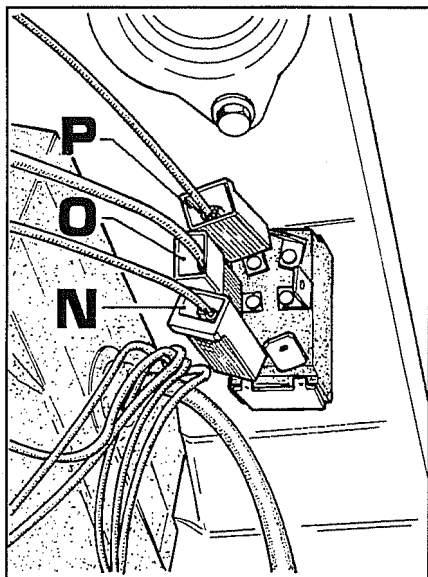

Fig. 49
6. Antes de desligar os cabos **N-O-P** fig.49 da central do interruptor levanta/baixa, verificar a acoplagem que deve ser a seguinte (ver fig.49):